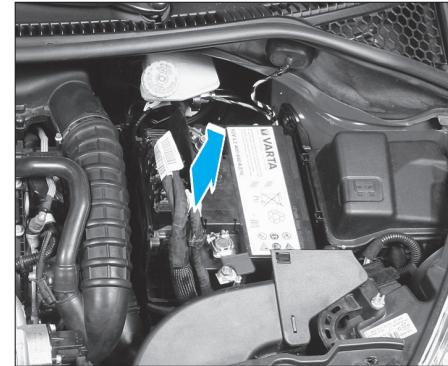

Fig. 23
- Déclipser le calculateur de gestion moteur (Fig.23).